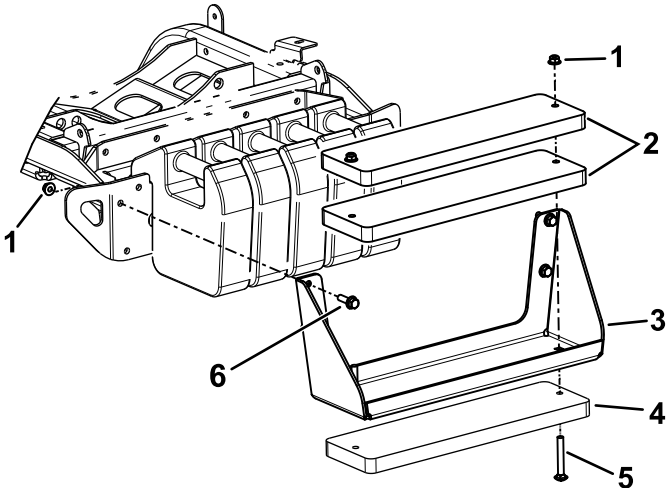

Figura 22
Nota: Consulte Figura 22 para estes passos.
- A. Utilize os parafusos (3/8 pol. x 4 pol.) e porcas (3/8 pol.) para prender os 3 pesos ao suporte (Figura 22).
- B. Utilize os parafusos e porcas hexagonais (incluídos no kit) para fixar o suporte de peso à máquina (Figura 22).
- A. Remova o suporte de peso da máquina (Figura 22).
- C. Utilize os parafusos (3/8 pol. x 4 pol.) e porcas (3/8 pol.) para prender os 3 pesos ao suporte (Figura 22).
- D. Utilize as ferragens previamente removidas para prender o suporte de peso à máquina (Figura 22).